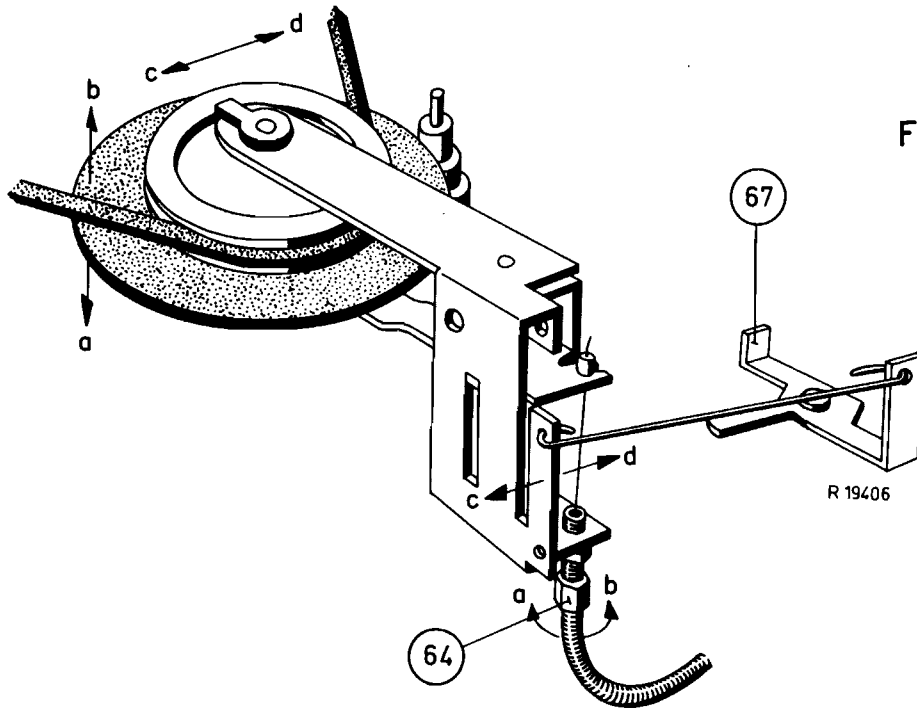

Fig. 9
E. TUSSENWIEL (zie fig. 9)
Zie fig. 9. Indien het tussenwiel in bovengenoemde stand wel afgelicht is van de poelie, moet de opstaande lip van de tussenwielbeugel, in de richting "d" verbogen worden.
Instelling: (zie fig. 9)